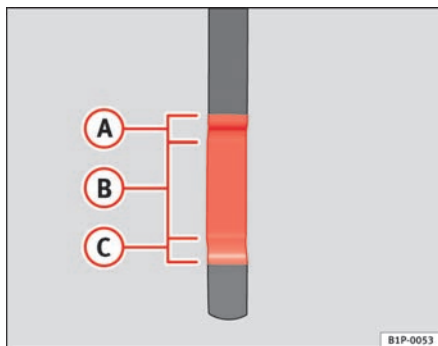

Abb. 144 Ölmesstab.
- Den Messstab anschließend wieder herausziehen und den Ölstand ablesen ⇒ Seite 217, Abb. 144. Füllen Sie gegebenenfalls Motoröl nach.